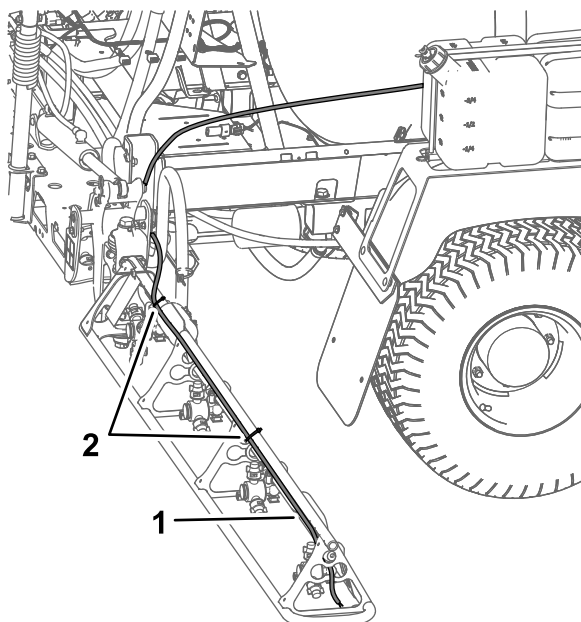

Figura 13
- A. Pe braul drept, instalai tubul de spumă de-a lungul părții din spate a stâlpului de susinere superior (Figura 13).